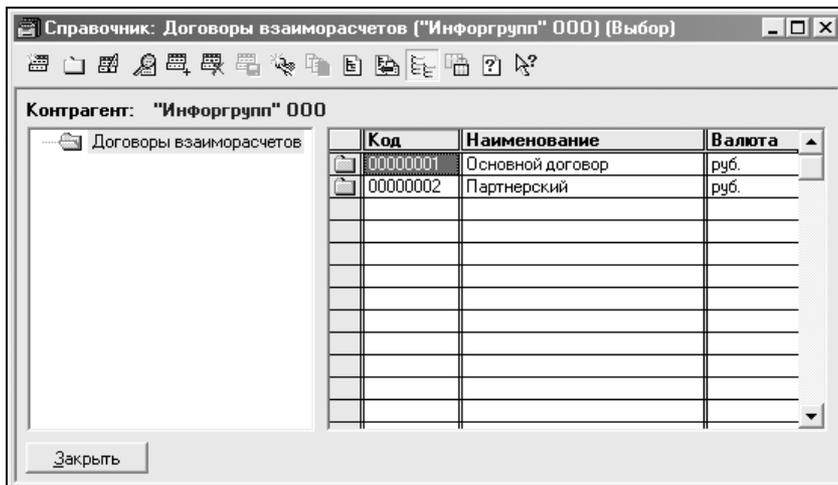

Рис. 2.13. Диалоговое окно **Справочник: Договоры взаиморасчетов** для контрагента **"Инфогрупп"**
2. В диалоговом окне подчиненного справочника **Договоры** введем дополнительный элемент **Партнерский** (рис. 2.13).